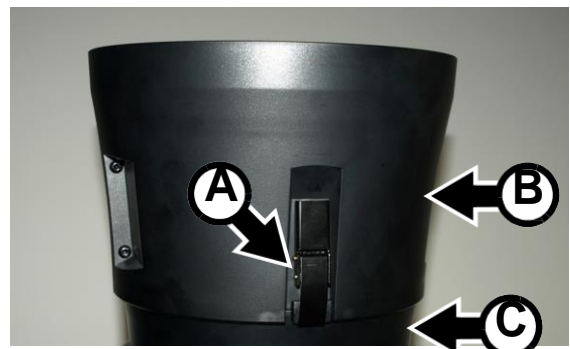

Рисунок 3
8. См. рисунок 3. Снять два фиксатора **A** с комплекта Veat в сборе и отделить блок линзы Veat **B** от установочного кольца **C**.